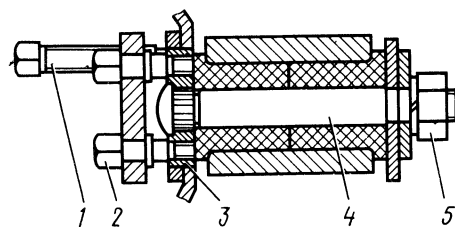

Рис. 149. Съемник пальца переднего кронштейна задней рессоры:
4. Выпрессовать палец 4 (рис. 149) переднего конца рессоры следующим образом: